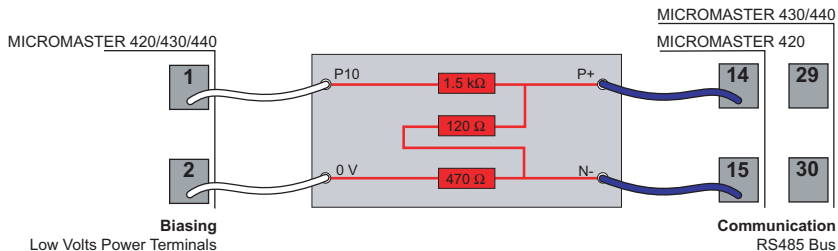
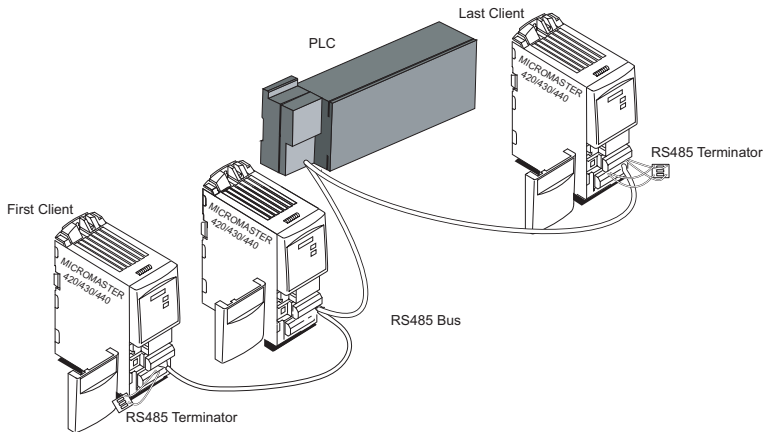

Figure 1.
Figure 2.
- When the MICROMASTER drive inverter is the last slave on the bus (Fig 2 on the right), and there are no other pull up/pull down resistors on the bus, the supplied terminator must be connected shown in Fig.1.
- When the MICROMASTER is the first slave on the bus (Fig. 2) the RS485 Terminator may be used to terminate the bus by using P+ and N- only, for the bus is powered by the last drive as explained.
- Ist der Umrichter der letzte Slave auf dem Bus (im Bild 2), so ist dort P+ und N- des beiliegenden RS485 Terminators mit den RS485 Klemmen wie gezeigt (Bild 1) zu verbinden. P10 und 0V können zur Stromversorgung mit Klemme 1 und 2 verbunden werden.
- Ist der Umrichter der erste Slave (Bild 2, links), so braucht man dort nur den Bus mit P+ N- zu terminieren.
- Cuando el MICROMASTER es el último esclavo del bus (Fig. 2), y no hay ninguna resistencia pull up/ pull down en el bus, el terminador debe conectarse tal y como se muestra en la Fig. 1.
- Cuando el MICROMASTER es el primer esclavo del bus (Fig. 2) el terminador RS485 se usa para terminar el bus conectando sólo P+ y N-, ya que el bus es alimentado por el último convertidor.
- Quando il MICROMASTER è l'ultimo slave sul bus (fig. 2), e non ci sono altre resistenze di pull up/down, i terminatori forniti devono essere collegati come in fig. 1.
- Quando il MICROMASTER è il primo slave sul bus (fig. 2), il terminatore deve essere usato solo per connettere P+ e N-
- 如果MICROMASTER变频器是总线上的最后一个从站(如图2中右面的一台变频器)，而且总线上没有其他的上拉/下拉电阻时，终端器必须按照图1所示的方法进行连接。
- 如果MICROMASTER变频器是总线上的第一个从站(如图2中左面的一台变频器)时，RS485的两个端子可以作为总线的终端，只使用P+ 和N-，关于总线由最后 一台变频器供电的情况，请参看上面的说明。